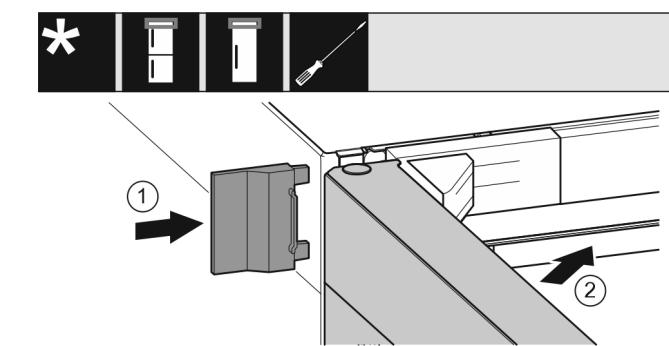

Fig. 21
- Θέτήστε το εξωτερικό κάλυμμα. Fig. 21 (1)
► Κλείστε την επάνω πόρτα. *Fig. 21 (2)*